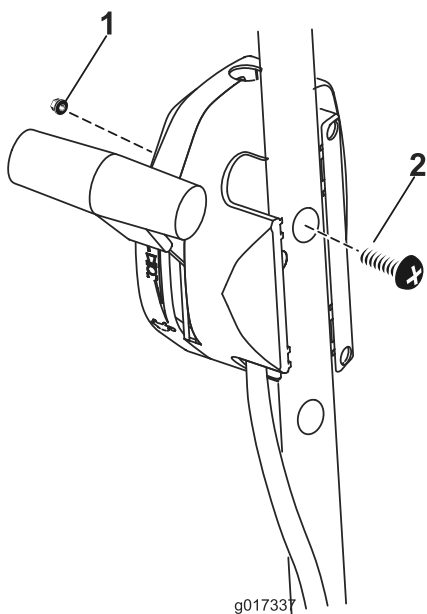

图5
6. 将油门组件安装到手把外侧，并用螺母和盘头螺钉进行固定（图5）。